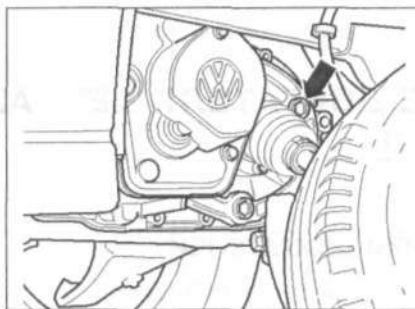

Рис. 2.27. Выкрутите заливную пробку (стрелка).
7. Выкрутите заливную пробку (стрелка) (рис. 2.27).